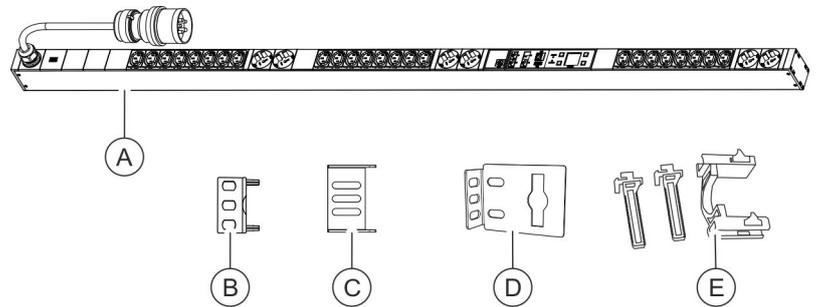

Fig. 14 : Contenu de la livraison
- PDU (Fig. 14 /Ⓐ)
- Deux équerres enfichables pour le montage du PDU par la face arrière (Fig. 14 /ⓑ)
- Deux équerres enfichables pour le montage du PDU par les côtés (Fig. 14 /ⓒ)
- Deux équerres d'accrochage (Fig. 14 /ⓓ)
- Deux kits de dispositifs d'accrochage d'appareils (C13/C19) (Fig. 14 /ⓔ)